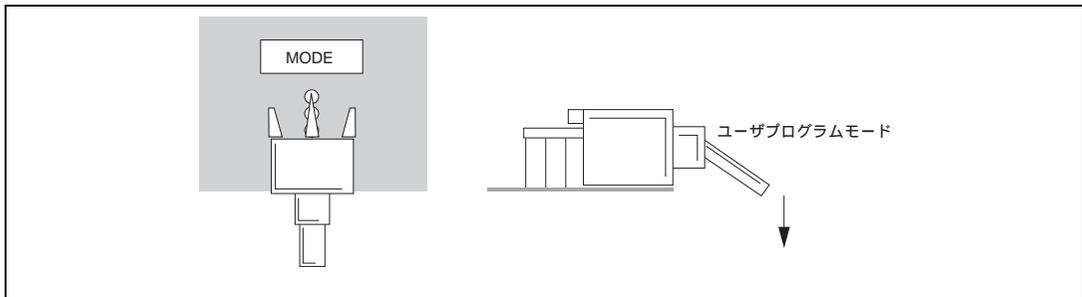

図 4.16 書き込みモード切り換えスイッチ設定方法
- (1) ユーザ実機とアダプタボード、ホストマシンを接続してください。ユーザ実機とアダプタボードの接続方法については「4.1.1 オンボード書き込みを行なうため準備」を参照してください。
- (2) ユーザ実機の電源をONにします。次に、アダプタボードの電源を外部から供給している場合は、アダプタボードの電源スイッチをONにします。アダプタボードに電源が供給されると、アダプタボード上のPOWER ON LED(緑)が点灯します。
- (3) アダプタボードのモード切り換えスイッチをユーザ・プログラム・モードに設定してください。図4.16に書き込みモード切り換えスイッチ設定方法を示します。